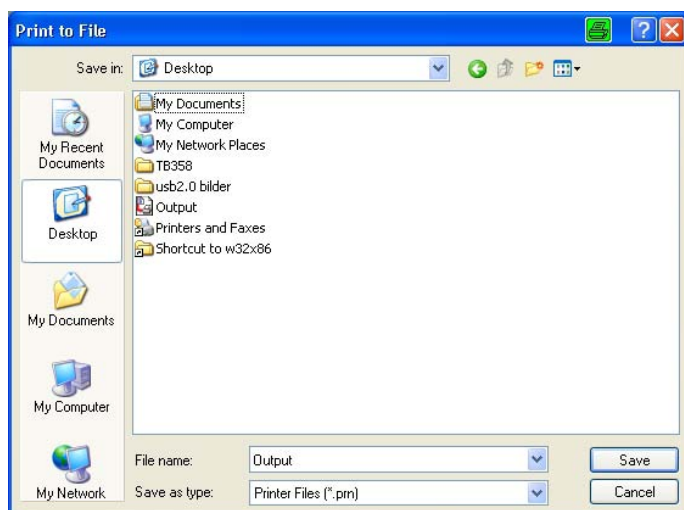

Abbildung 79: Dialogfeld „Ausgabe in Datei umleiten“
- Wählen Sie einen Dateinamen und einen Speicherort zum Speichern der Druckdatei aus. Verwenden Sie den Standarddateityp „.prn“ (Abkürzung für „printable file“) (siehe Abbildung 79).